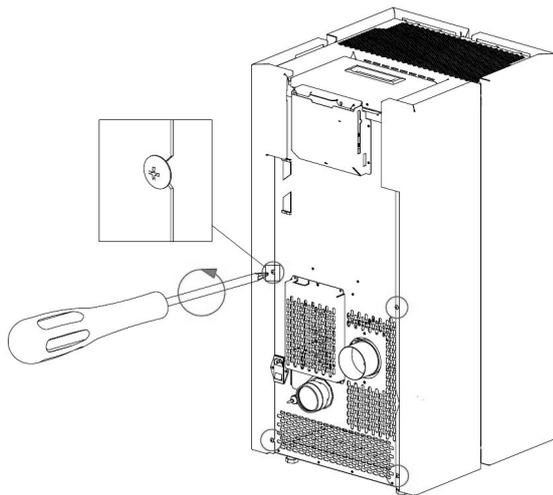

Fig. 51 - Entfernen der Schrauben
- Die 4 hinteren Schrauben heraus-schrauben (siehe **Fig. 51**).